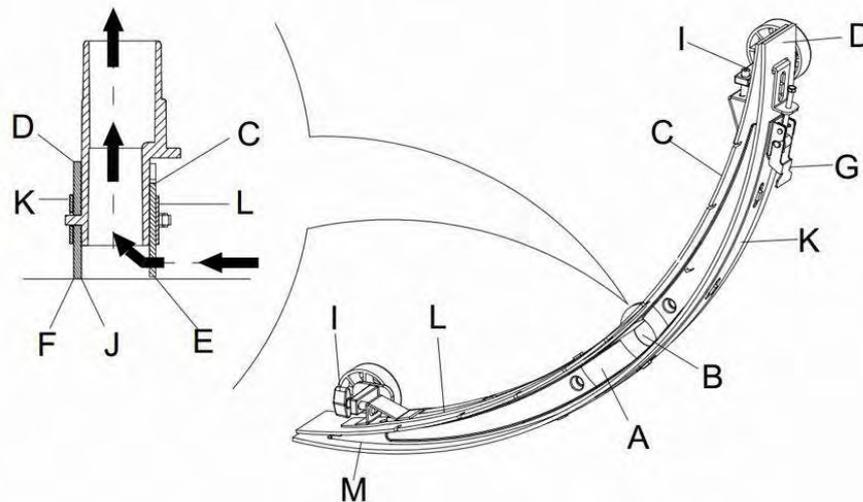
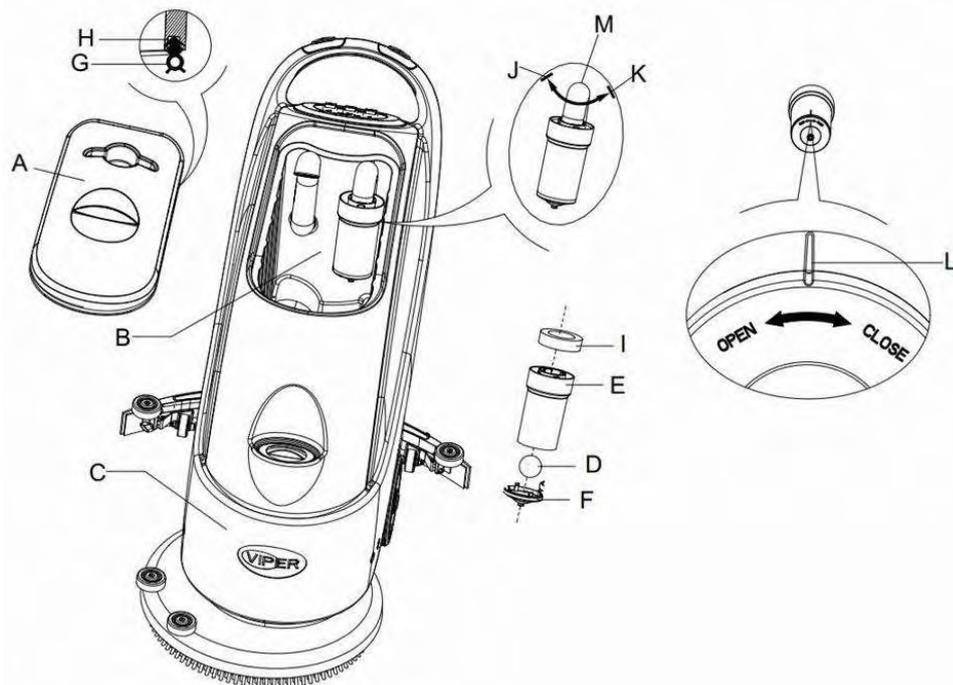

Figura 15
Figura 16
2. Premere l'interruttore (41) in posizione "O" per spegnere l'apparecchio.
3. Svitare il pomo di fissaggio (16) del tergipavimento; staccare il connettore che collega il tubo di drenaggio del tergipavimento, e staccare il tergipavimento.
4. Usare la manopola di sollevamento del tergipavimento (14) per sollevare il telaio di supporto del tergipavimento.
5. Pulire il tergipavimento (**Figura 15**). Pulire in particolare la scanalatura (**A, Figura 15**) e rimuovere sporcizia e frammenti dal tubo di aspirazione. Verificare che la lama frontale del tergipavimento (C) e la lama posteriore del tergipavimento (D) siano intatte, e se ci sono bordi incrinati o fessure. Cambiarli se necessario (fare riferimento ai passi nella sezione successiva).
1. Seguire le modalità riportate nella sezione precedente per pulire il tergipavimento (**Figura 15**).
2. Verificare il bordo (**E, Figura 15**) della lama frontale del tergipavimento e il bordo (F) della lama posteriore del tergipavimento (D). Lungo l'intera lunghezza, dovrebbero essere allo stesso livello. Altrimenti, regolarne le altezze attraverso la seguente procedura.
- Aprire il gancio (G) per far sì che la lama posteriore (D) si stacchi dal supporto (M) per la regolazione della posizione del tergipavimento. Quindi bloccare di nuovo il gancio.
- Allentare la manopola (I) per regolare la lama anteriore (C); stringerla dopo la regolazione.
3. Verificare se la lama frontale (C) e la lama posteriore del tergipavimento (D) sono intatte e se vi sono incrinature o fessure. Se necessario, cambiarle nel seguente modo. Verificare se il bordo frontale della lama posteriore (J) è usurato. Se usurato, può essere installato capovolto (il bordo
3. Aprire il coperchio del serbatoio di raccolta (A, Figura 15), e togliere il galleggiante (36) dal serbatoio di raccolta.
4. Usare acqua pulita per sciacquare il coperchio del serbatoio di raccolta (A), il serbatoio (B e C), e il telaio di supporto del filtro (E). Per mezzo del tubo di drenaggio (16), far uscire l'acqua dal serbatoio di raccolta.
5. Se necessario, seguendo i simboli "Aperto" e "Chiuso" come indicato nella Figura 16, aprire il serbatoio sul fondo (F) del filtro e pulire il galleggiante (D), il telaio di supporto del filtro (E), e il filtro di spugna (I). Dopo la pulizia, fissare il galleggiante al telaio di supporto del filtro (E), e poi allineare la scanalatura (L) del coperchio del fondo (F) del filtro galleggiante con la scanalatura (L) del telaio di supporto del filtro (E). Avvitare strettamente il coperchio (F) del filtro del galleggiante, e fissare il filtro di spugna (I) al telaio di supporto del filtro (E), e quindi al tubo di aspirazione (M).
6. Verificare l'efficacia della guarnizione di chiusura (G) del serbatoio di raccolta.
Se necessario, la guarnizione di chiusura del serbatoio di raccolta (G) può essere estratta dalla scanalatura (H) e sostituita. Nell'assemblare un nuovo serbatoio di raccolta, come mostrato nella **Figura 16** sotto, installare il connettore nella sezione mediana della parte posteriore.
7. Verificare che la superficie di inserimento della guarnizione di chiusura (G) sia intatta e la sigillatura sia efficace.
8. Chiudere il coperchio del serbatoio di raccolta (A).